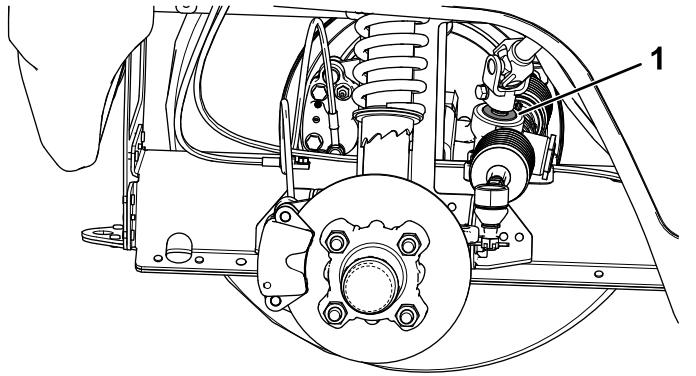

Figura 47
- Importante:** Inspeccione la condición y la integridad del retén del eje del piñón (Figura 47).